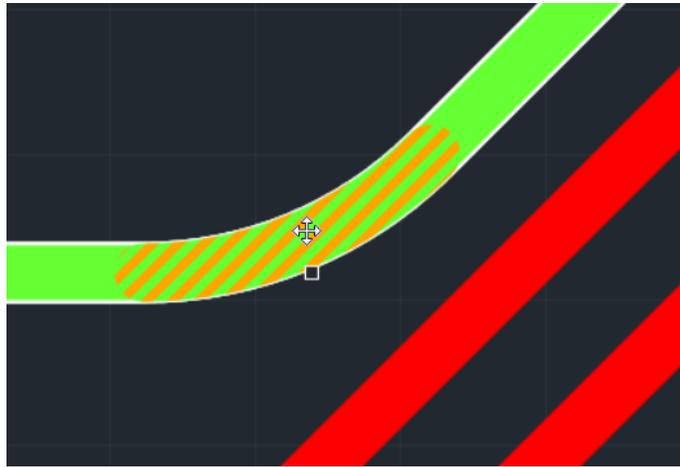

Рис. 296 Выбор области скругления
1. Выберите скругление на треке, см. Рис. 296.